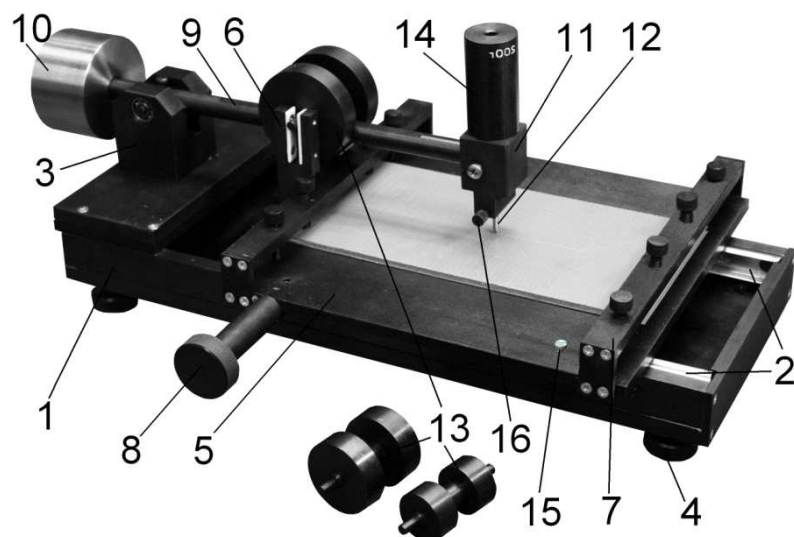

Рисунок 1
Открутить транспортировочный винт (рис.1, поз.15) и снять бондаж.
3.2.1 Прибор установить горизонтально, используя пузырьковый уровень и регулировочные ножки (рис.1, поз.4).
максимально скрыт в держателе и зафиксировать винтом (рис. 1, поз. 16).
Во избежание самопроизвольного перемещения столика для испытаний застопорить его транспортировочным винтом (рис.1, поз.15).